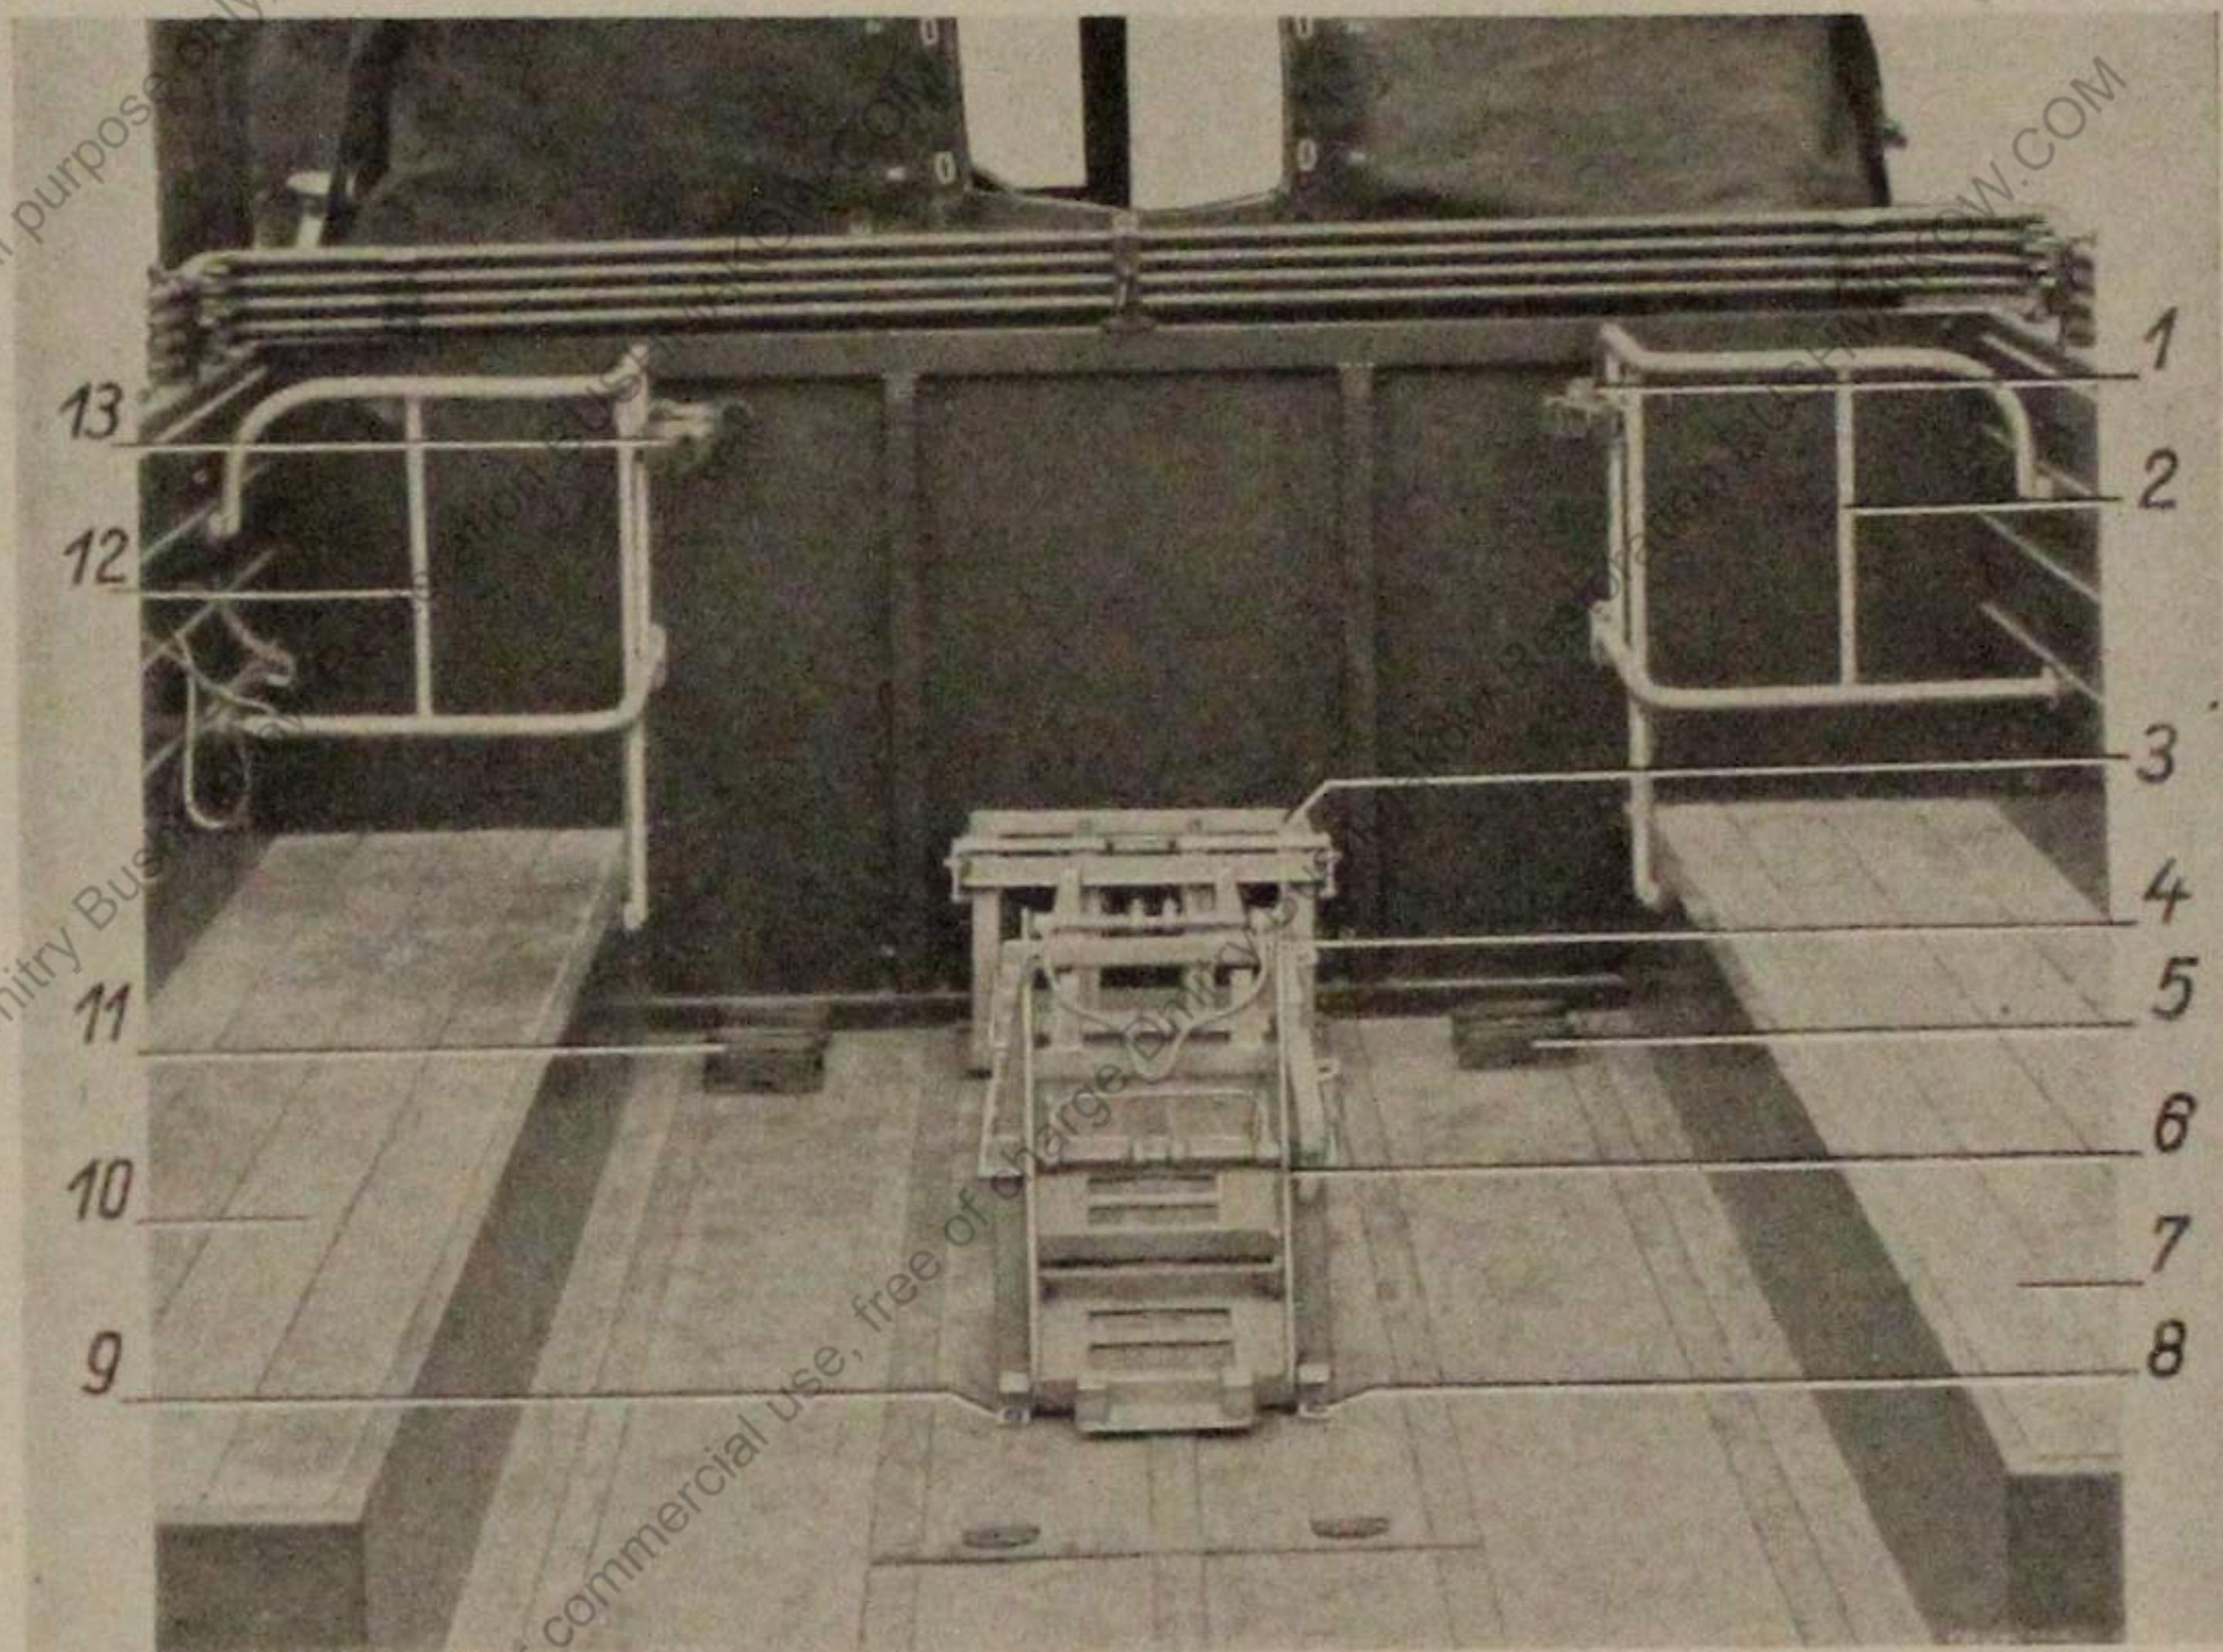

Bild 1 Befestigungsvorrichtungen im Außenbau
1) Im vorderen Teil des Aufbaues (Bild 1 und 2) sind die beiden Gepäckgestelle (1/2 und 12 bzw. 2/1 und 5) angebracht. An denselben sitzen die Lager (1/1 und 13 bzw. 2/2 und 3) für die Karabiner.
Tafel I Einzelteile auf dem Boden des Aufbaues (Bild 1)
Tafel I 5. Einzelteile auf dem Boden des Aufbaues (Bild 1)
Tafel II Einzelteile im vorderen Teil des Aufbaues (Bild 1 und 2)
Tafel II 6. Einzelteile im vorderen Teil des Aufbaues (Bild 1 und 2)